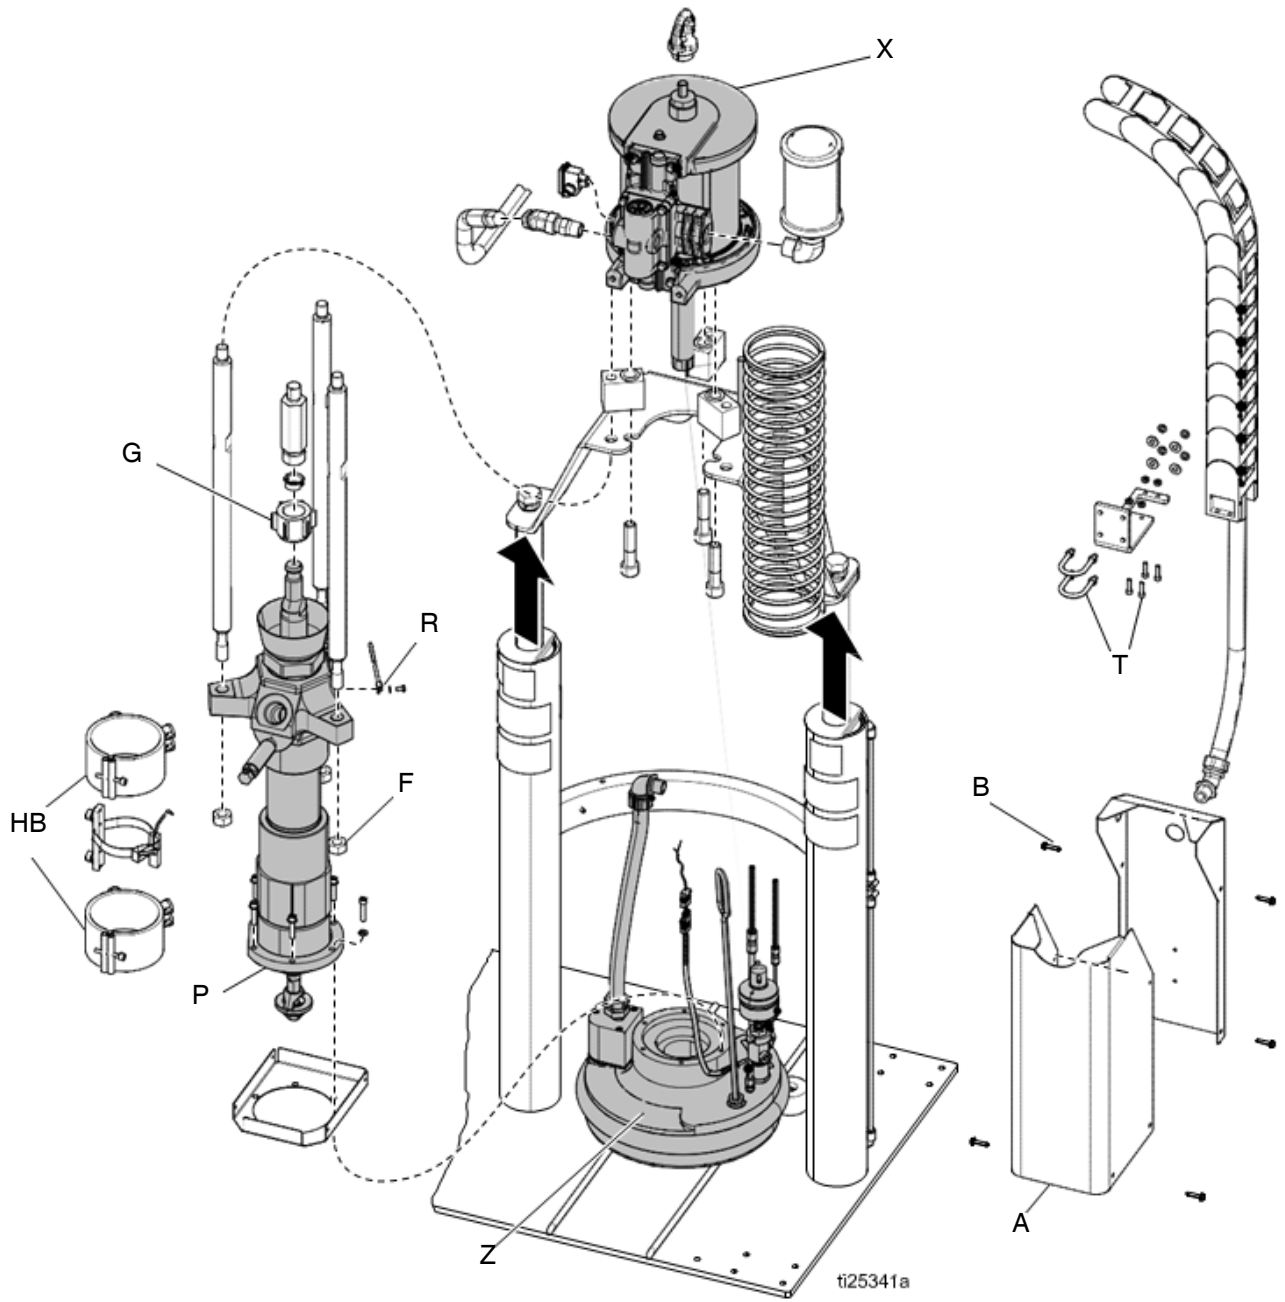

FIG. 28
2. Compruebe que la placa del elevador está abajo y que la válvula directora del elevador (CC) está en posición neutra.
5. En la ADM, apague el calentamiento del sistema (D).
8. Si el sistema incluye un protector de la bomba, desmonte la carcasa de chapa de la bomba (A). Vea la FIG. 28.
- a. Quite los tornillos de la cubierta (B).
- b. Quite las bandas calentadoras (HB) y desconecte el cable de tierra (R).
11. Desconecte el cable eléctrico del motor neumático (X).
13. Retire las tuercas (F) de las varillas de unión de la bomba/motor neumático en el extremo de la bomba.
14. Retire las tuercas y los pernos (T) que sujetan la canaleta portacables a la placa de soporte del motor neumático. Deslice el extremo de la canaleta portacables hacia fuera de la placa de montaje.
16. Afloje completamente el acoplador de la varilla de la bomba (G) a la varilla del motor neumático.